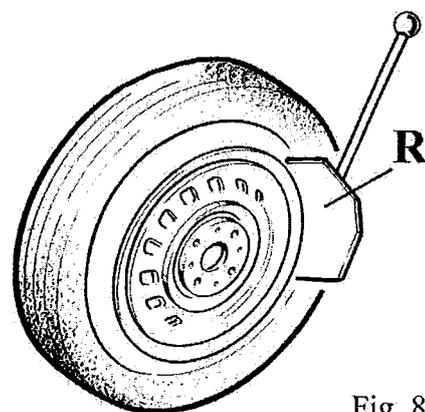

Fig. 8
Positionner le détailonneur (R) contre le talon du pneu, à environ 1 cm de la jante (fig. 8). Faire attention à la pelle, qui doit agir sur le pneu et non sur la jante.